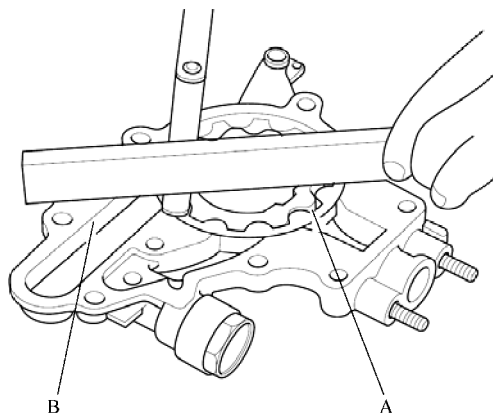

图 22-13 测量转子与壳体之间的轴向间隙
- 3) 检查转子 A 和泵壳体 B 之间的轴向间隙，如图 22-13 所示。如果泵壳体至转子之间的轴向间隙超出维修极限（0.10mm），则更换机油泵总成。